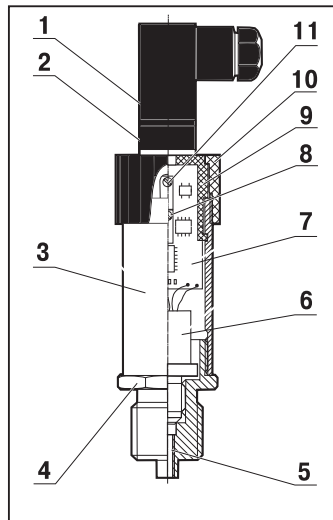

Рис. 1
3.1. Конструкция преобразователя представлена на рис. 1. Преобразователь выполнен в цилиндрическом корпусе 3, в нижней части которого расположен штуцер 4, предназначенный для присоединения линии измеряемого давления, с резьбой, выполненной в соответствии с Приложением А, и выступом под ключ «27». В верхней части корпуса расположена «обойма» 9, которая крепится в корпусе с помощью специальных защелок, позволяющих ей вращаться вокруг своей оси (относительно корпуса 3). Для фиксации положения обоймы относительно корпуса служит крышка 10, которая навинчивается на наружную резьбу верхней части корпуса 3. На обойме установлена приборная часть 2 электрического соединителя типа DIN 43650С. В кабельной части 1 соединителя производится подсоединение проводов внешних электрических цепей с помощью винтовых зажимов (клемм) без применения пайки.
6.7. Подключение проводов линии связи к кабельной части соединителя (поз. 1 на рис. 1) преобразователя производится в следующей последовательности: